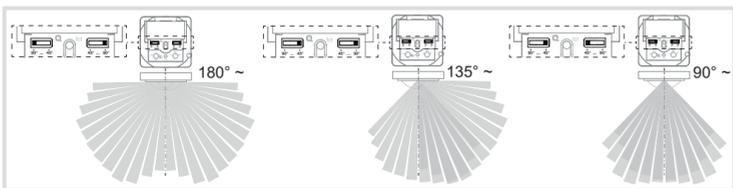
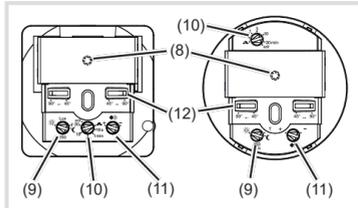

Figura 5: Ajuste del ángulo de detección
Figura 8
Por la parte derecha y la parte izquierda de cada ajustador (figura 8, 12), el ángulo de detección se puede limitar entre 45° y 90°. De este modo, el ángulo de detección puede situarse entre 90° y 180° (figura 5).
- Colocar la luminosidad de reacción del potenciometro (figura 8, 9) en posición PRUEBA.
- Ajustar el potenciometro de tiempo de espera (figura 8, 10) en la posición deseada.